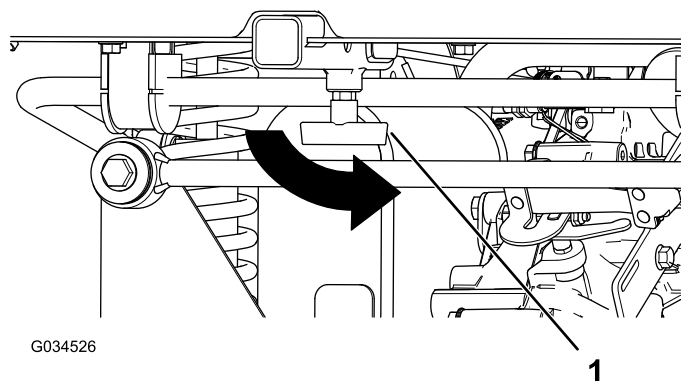

Bild 9
8. Ziehen Sie den T-Griff am Aufnahmerohr fest (Bild 9).